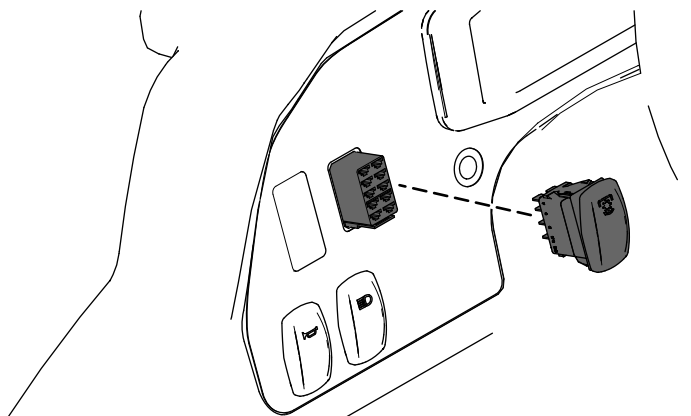

Bild 20
2. Suchen Sie den Kabelbaum mit der Bezeichnung HIGH-FLOW HYDRAULIC mit dem Rücklaufanschluss und verbinden Sie den Schalter mit dem Anschluss (Bild 20).